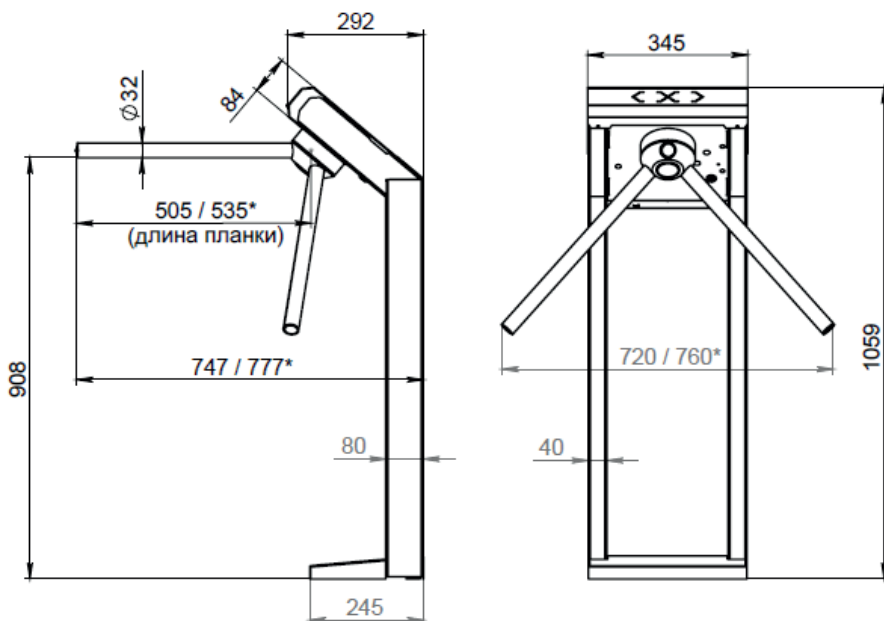

Рисунок 3.1 – Габаритные размеры турникета 3V Model L
Устройство «Антипаника» состоит из электромагнита (1), на котором установлена опорная пластина (2) и спускового механизма (3), к которому крепится планка (4) - см. рисунок 3.1.